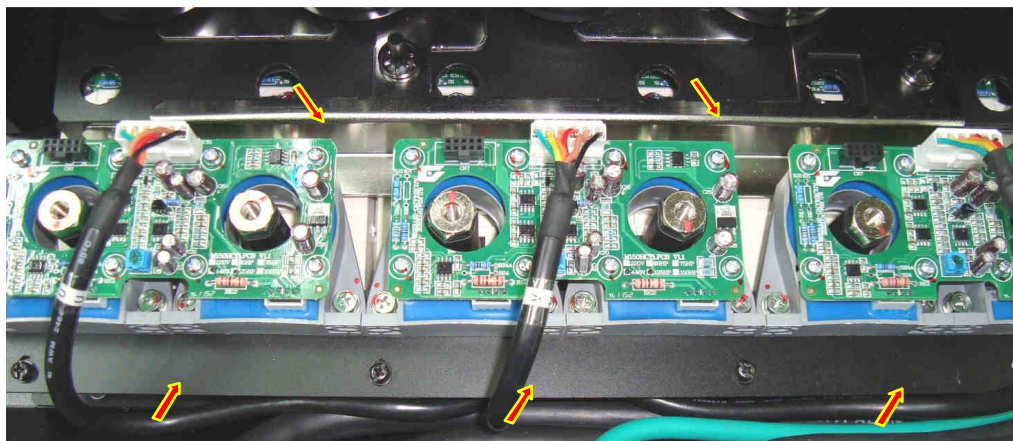

Рис. 7.25.
7.13.1. Установить собранный кронштейн с датчиками тока и платами датчиков тока на свое посадочное место, совместив крепежные отверстия. Закрепить винтами 4 шт. кронштейн с датчиками тока. Соединить разъемы жгутов датчиков тока с ответными разъемами на платах датчиков тока (рис. 7.25).